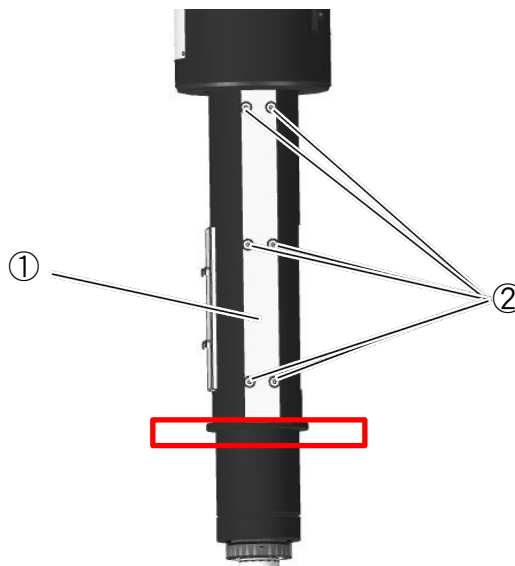

図 22:ガイドレールの位置
1. 作業の前に図 22 の赤枠付近をウエスなどで養生し、ツールの先端への油垂れを防止して下さい。
2. TRT ハウジングにあるガイドレール(図 22、①)の皿ネジ(図 22、②)6 本を緩め、ガイドレールを取り外します。